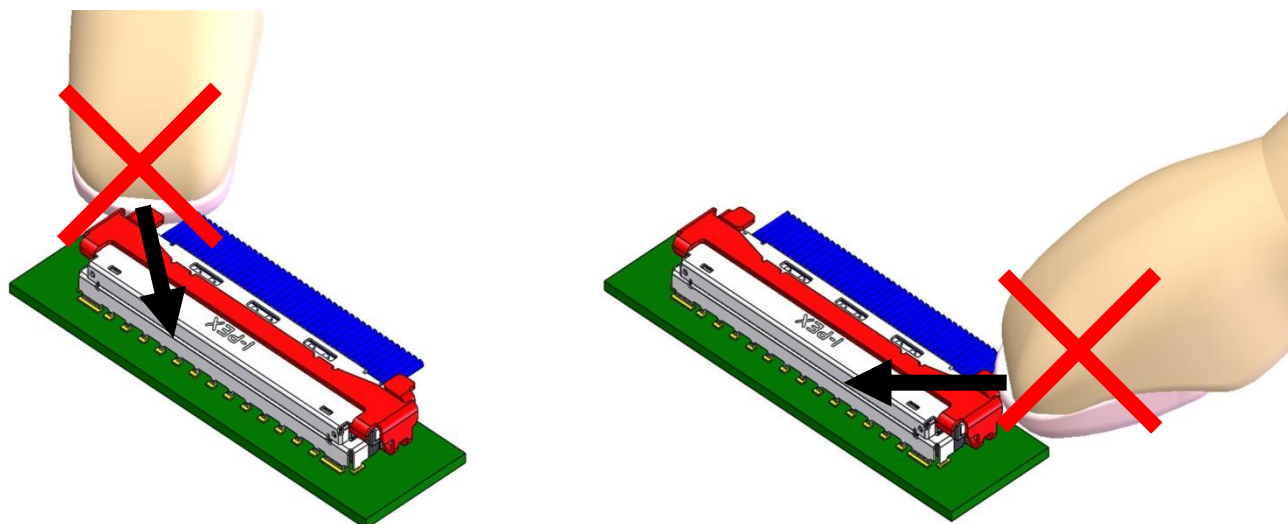

Fig.27
- ・LOCK COVER を解除する際に指ひっかけ部の操作方向を Fig.27 のように、過度に外側から内側に力を掛けて解除しようとすると LOCK の解除に必要な力が大きくなり、最悪の場合コネクタに破損が生じる可能性があるため、行わないでください。